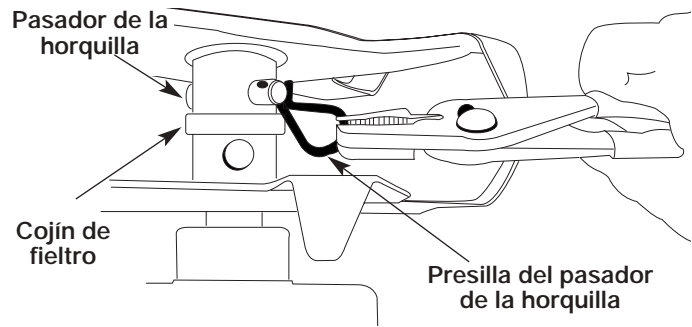

Fig. 15
1. Coloque el control de encendido y apagado en la posición de APAGADO (O) y desconecte el cable de la bujía de encendido.
2. Saque las presillas del pasador de la horquilla y los pasadores de la horquilla (Fig. 15).